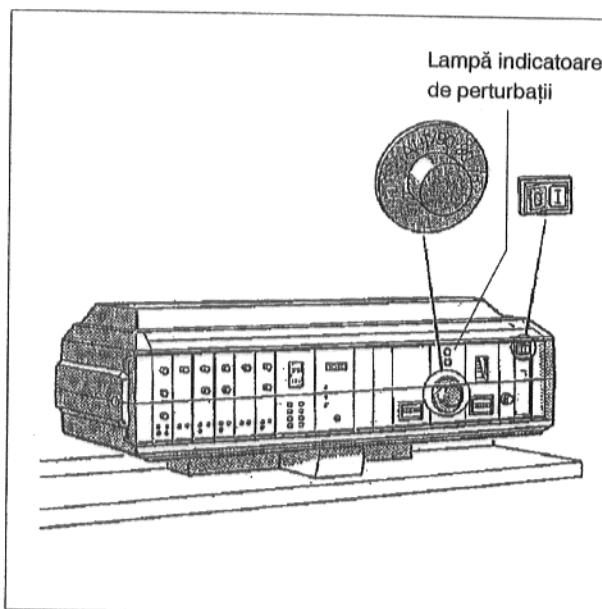

Fig. 2
- Comutatorul funcționare (Fig. 2) se fixează pe poziția I (ON).
- Regulatorul temperaturii apei cazanului (Fig. 2) se fixează pe "AUT".
Luminează lampa de perturbații de la aparatul de reglare (Fig. 2).
- Comutatorul funcționării (Fig. 2) se fixează pe poziția 0 (OFF).
- După ca. 3 secunde comutatorul funcționării se fixează pe poziția I (ON).